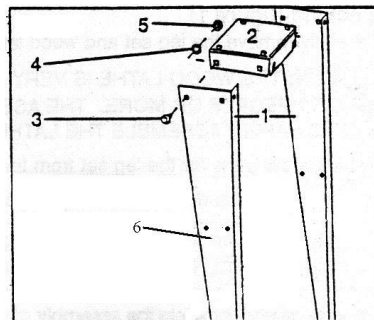

Abb. 8: Montage des Maschinengestells
Schritt 1: Schrauben Sie die Gestellfüße (Pos.1, Abb.8) mit jeweils 3 Flachrundschraben M8x12 (Pos.3, Abb. 8) und den dazugehörigen Unterlegscheiben (Pos.4, Abb.8) und Muttern (Pos.5, Abb.8) am Haltewinkel (Pos.2, Abb.8) fest.
Schritt 2: Befestigen Sie die Werkzeugablage an der vorgesehenen Position (Pos.6, Abb.8) mit insgesamt 8 Flachrundschraben M8x12, Unterlegscheiben und Muttern.